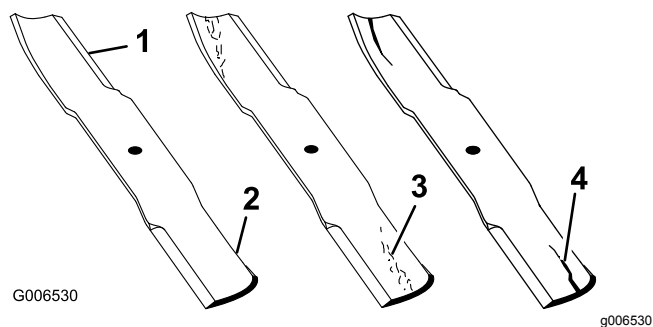

Рисунок 75
1. Осмотрите режущие кромки (Рисунок 75).
области немедленно замените нож (Рисунок 75).